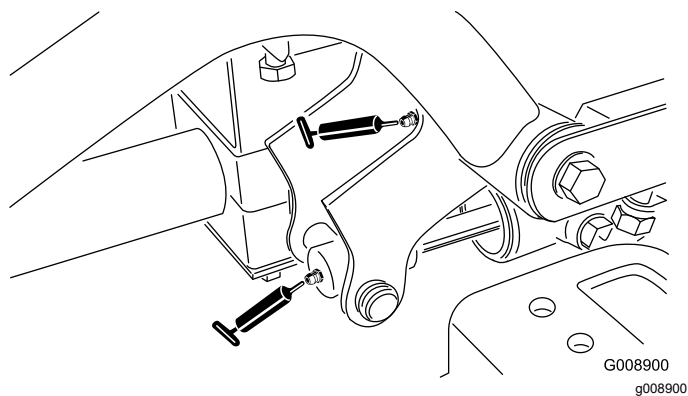

Figure 65
- Pivot de bras de levage avant droit et vérin de levage (2 graisseurs) (Figure 65)